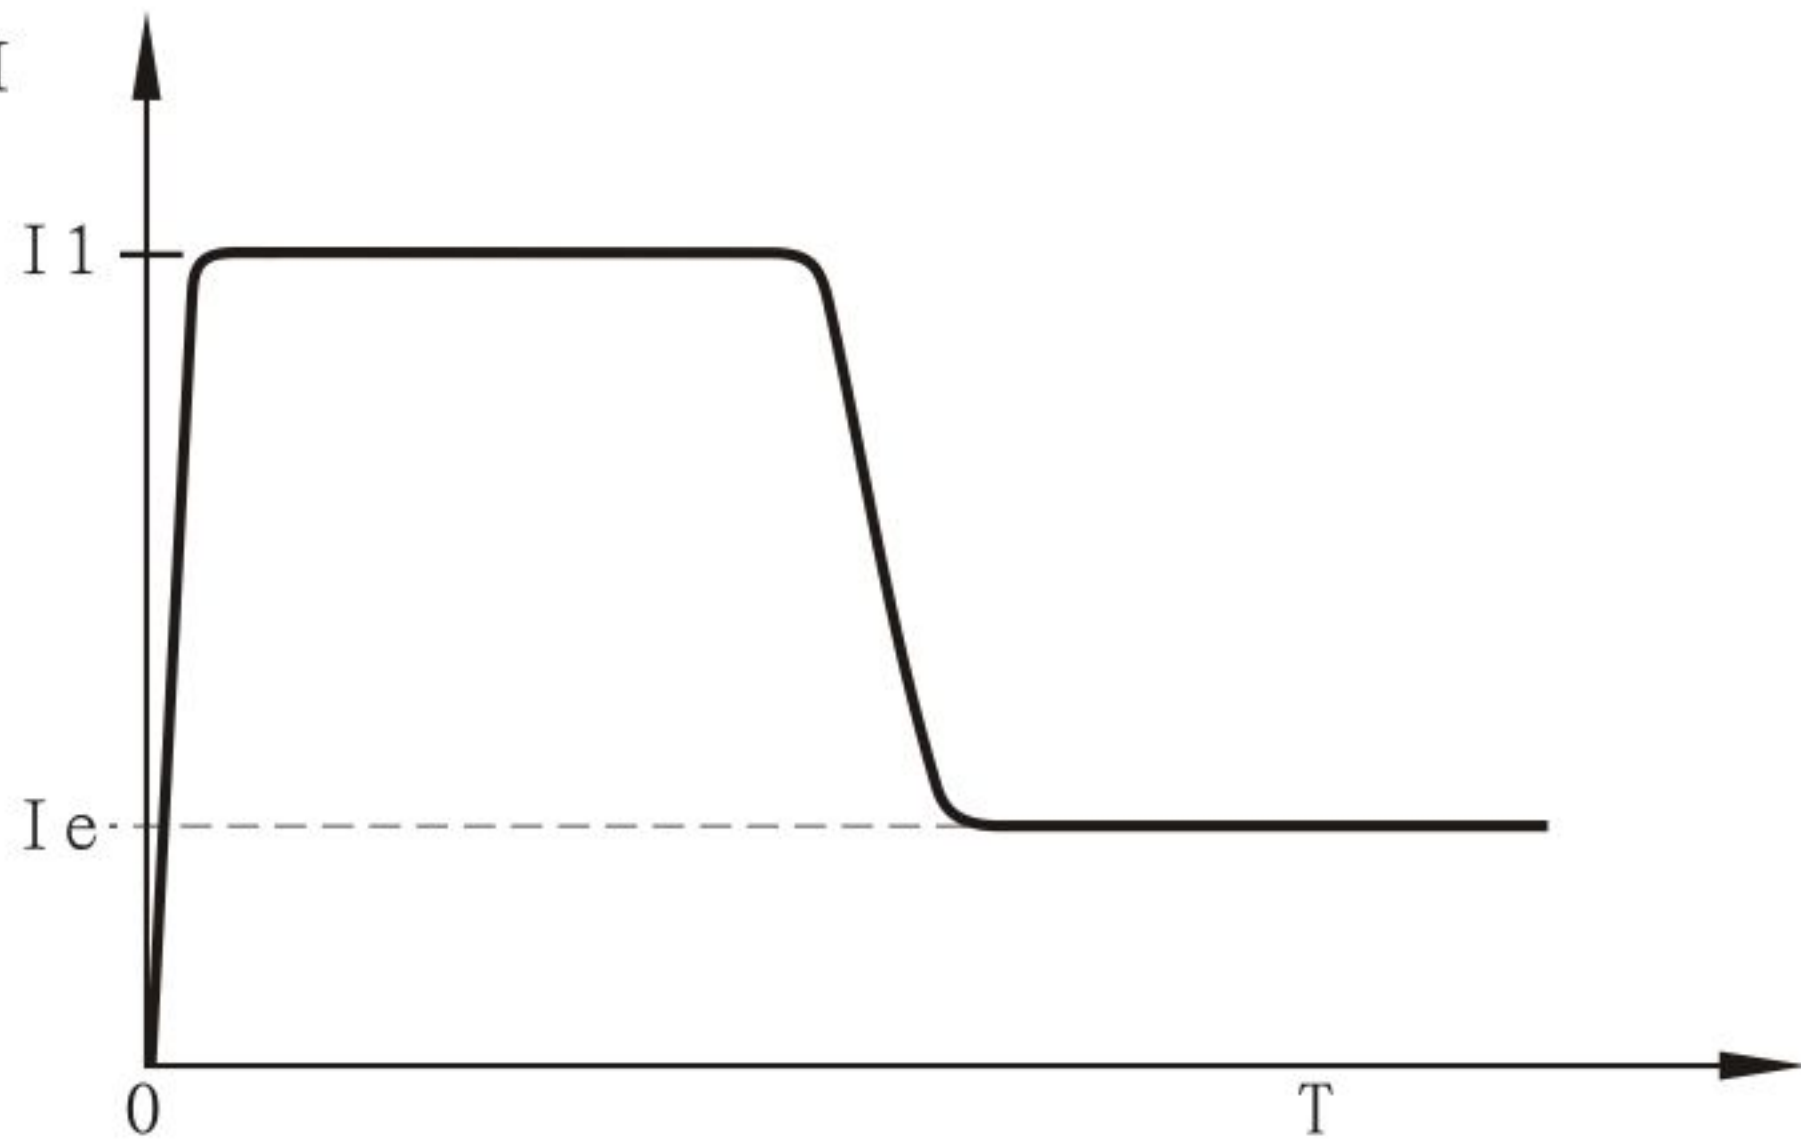

图12-1-1
- ① 代码FB设为（0限流）时为此电流起动模式。图12-1-1给出了限电流起动模式的电动机电流变化波形。其中I1为设定的起动限流值，当电动机起动时，输出电压迅速增加，直到电动机电流达到设定的限流值I1，并保持电机电流不大于该值，然后随着输出电压的逐渐升高，电机逐渐加速，当电动机达到额定转速时，旁路接触器吸合，输出电流迅速下降至电机额定电流Ie或以下，起动过程完成。
- ②当电动机负载较轻或设定的限流值较大时，起动时的最大电流也可能达不到设定的限流值时属正常。限电流起动模式一般用于对起动电流有严格限制要求的场合。